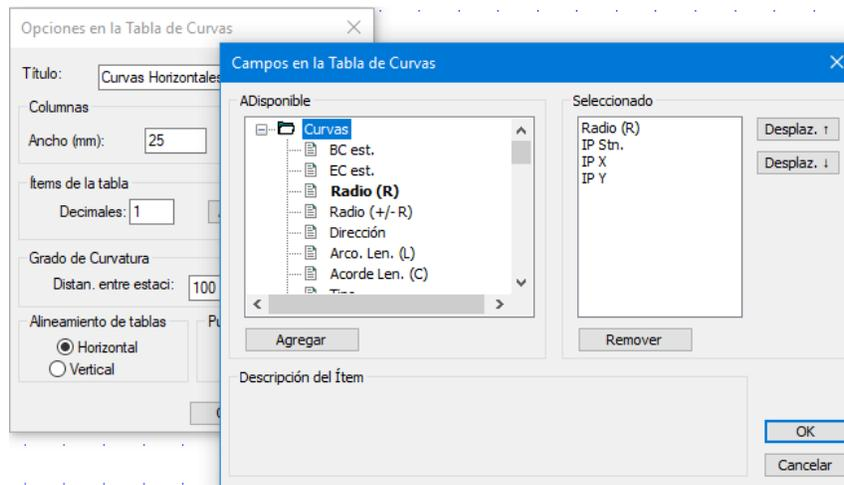

Figura 26-20: Campos en la Tabla de Curvas
30. *Agregue* y *Remueva* ítems (<doble-clic> también puede ser usado) hasta que solamente tenga **Radio (R)**, **IP Stn**, **IP X** e **IP Y** en la columna *Seleccionado* como en la Figura 26-20.